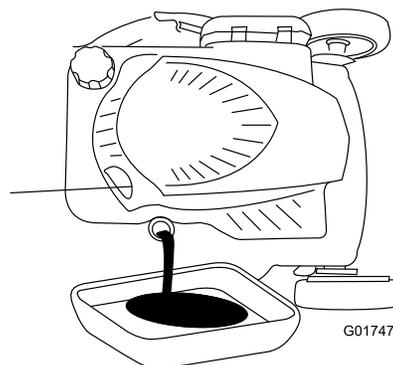

Figure 22
4. Inclinez la machine sur le côté (jauge en bas) pour vidanger l'huile usagée par le goulot de remplissage (Figure 22).